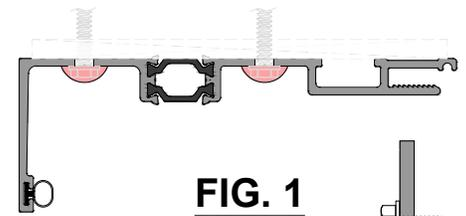

**FIG. 4**
- Enlevez tous les débris à l'intérieur et autour du trou de drainage, nettoyez la zone, appliquez le mastic et installez le déflecteur de drainage P290005 en vous assurant que le mastic ne bloque pas le trou de drainage. **Voir Fig. 4.**